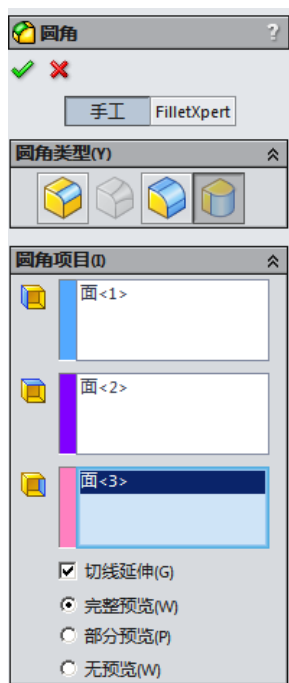

图 5.8.11 “圆角”对话框
Step2. 选择下拉菜单 **插入(I)** → **曲面(S)** → **圆角(U)...** 命令，系统弹出“圆角”对话框（图 5.8.11）。
Step3. 定义圆角类型。在“圆角”对话框的 **圆角类型(Y)** 区域中单击 选项，此时“圆角”对话框如图 5.8.11 所示。